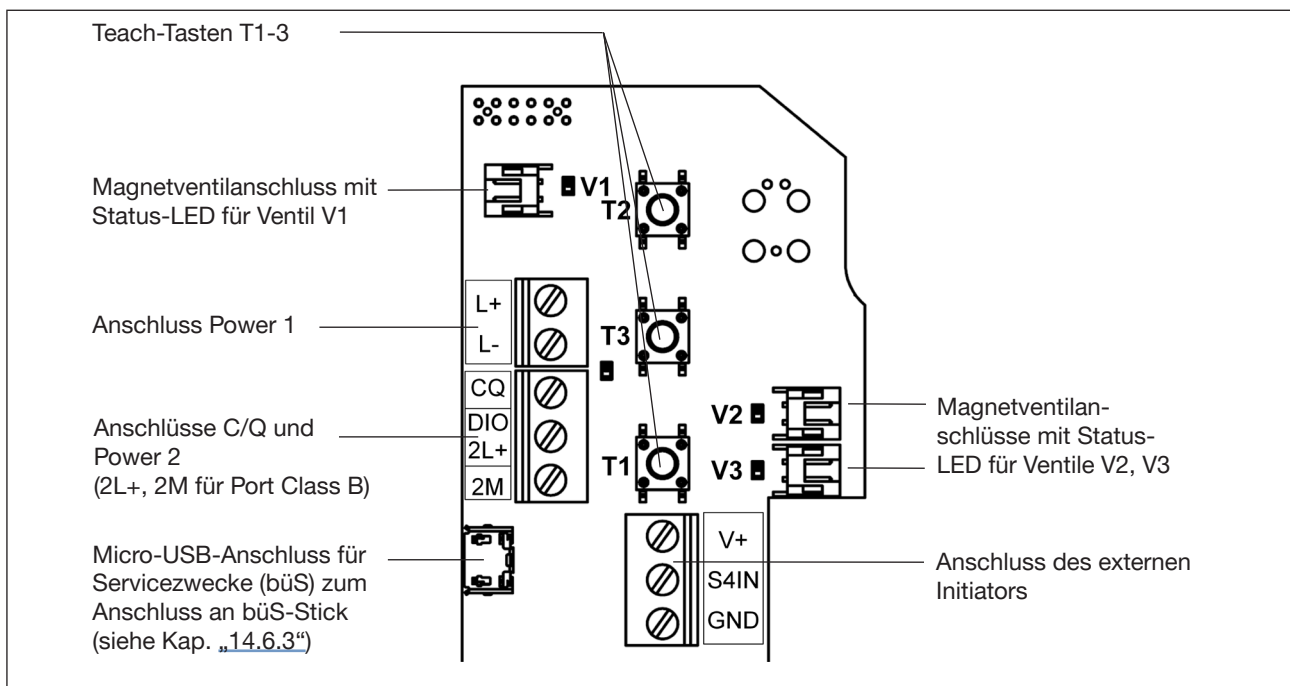

Bild 36: Elektronikmodul IO-Link (im Beispiel: Port Class B)
- Gehäuse öffnen (siehe „8 Öffnen und Schließen des Gehäuses“ auf Seite 38) , so dass das Elektronikmodul sichtbar wird – siehe „Bild 36“ unten.
Firmware-Updates können nur über die Serviceschnittstelle (Micro-USB-Anschluss für Servicezwecke (büS)) auf dem Elektronikmodul erfolgen – siehe „Bild 36“. Dazu ist der **büS-Stick** (bzw. das USB-büS-Interface Set 2 – siehe „14.6.3“) sowie der „Bürkert Communicator“ erforderlich - siehe „14.6.1“.